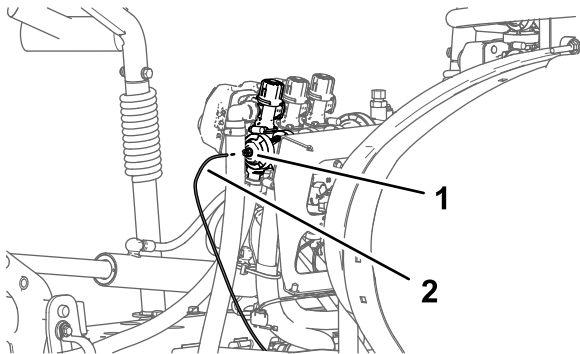

図 29
1. 右側boom用バルブのエンドキャップのカップラにあるカラーを押し込む 図 29。
2. ダッシュボード用の水圧検知チューブを抜き出す 図 29。